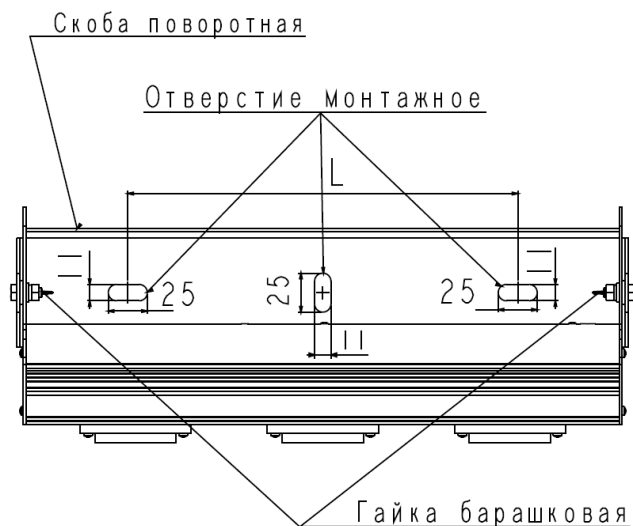

Рис.1
- Размеры монтажных отверстий и их положение указано на рис.1), расстояние между монтажными отверстиями: